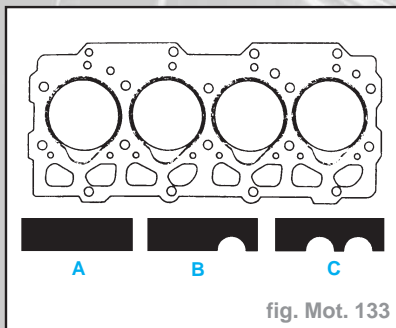

fig. Mot. 133
- Repérage du joint (fig. Mot. 133).